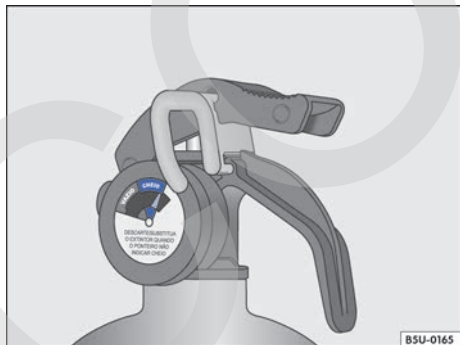
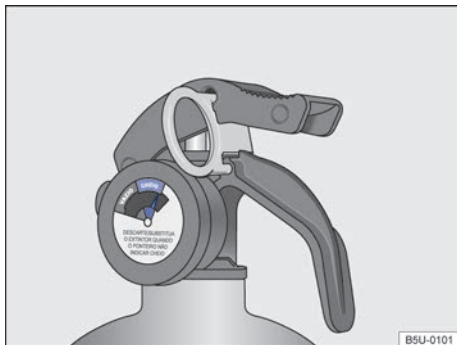

Fig. 148 En el extintor de incendio: indicador de carga (manómetro).
Fig. 149 En el extintor de incendio: indicador de carga (manómetro).
- Carga - el puntero debe estar en la franja verde del manómetro (cargada) ⇒ fig. 148 o ⇒ fig. 149. ▶